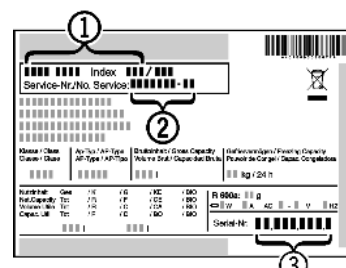

Fig. 54
- ▶ Označení přístroje *Fig. 54 (1)*, servisní číslo *Fig. 54 (2)* a sériové číslo *Fig. 54 (3)* naleznete na typovém štítku. Identifikační typový štítek je umístěn na levé vnitřní stěně přístroje.